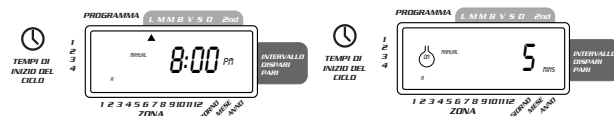

FIGURA 14: Annaffiamento manuale, stazione 3, cinque minuti
- Per saltare una stazione, premere **SUCCESSIVO** fino a quando il cursore lampeggia sul numero della stazione che si desidera programmare. Esempio: per impostare la stazione 3 per cinque minuti, premere il tasto **MANUELE**, quindi premere il tasto **SUCCESSIVO** cinque volte per selezionare la modalità di funzionamento manuale ed avanzare all'annaffiamento per la stazione 3; usando il tasto **+** o **-** impostare la durata dell'annaffiamento manuale su cinque minuti, quindi premere **INVIO** [vedi figura 14].